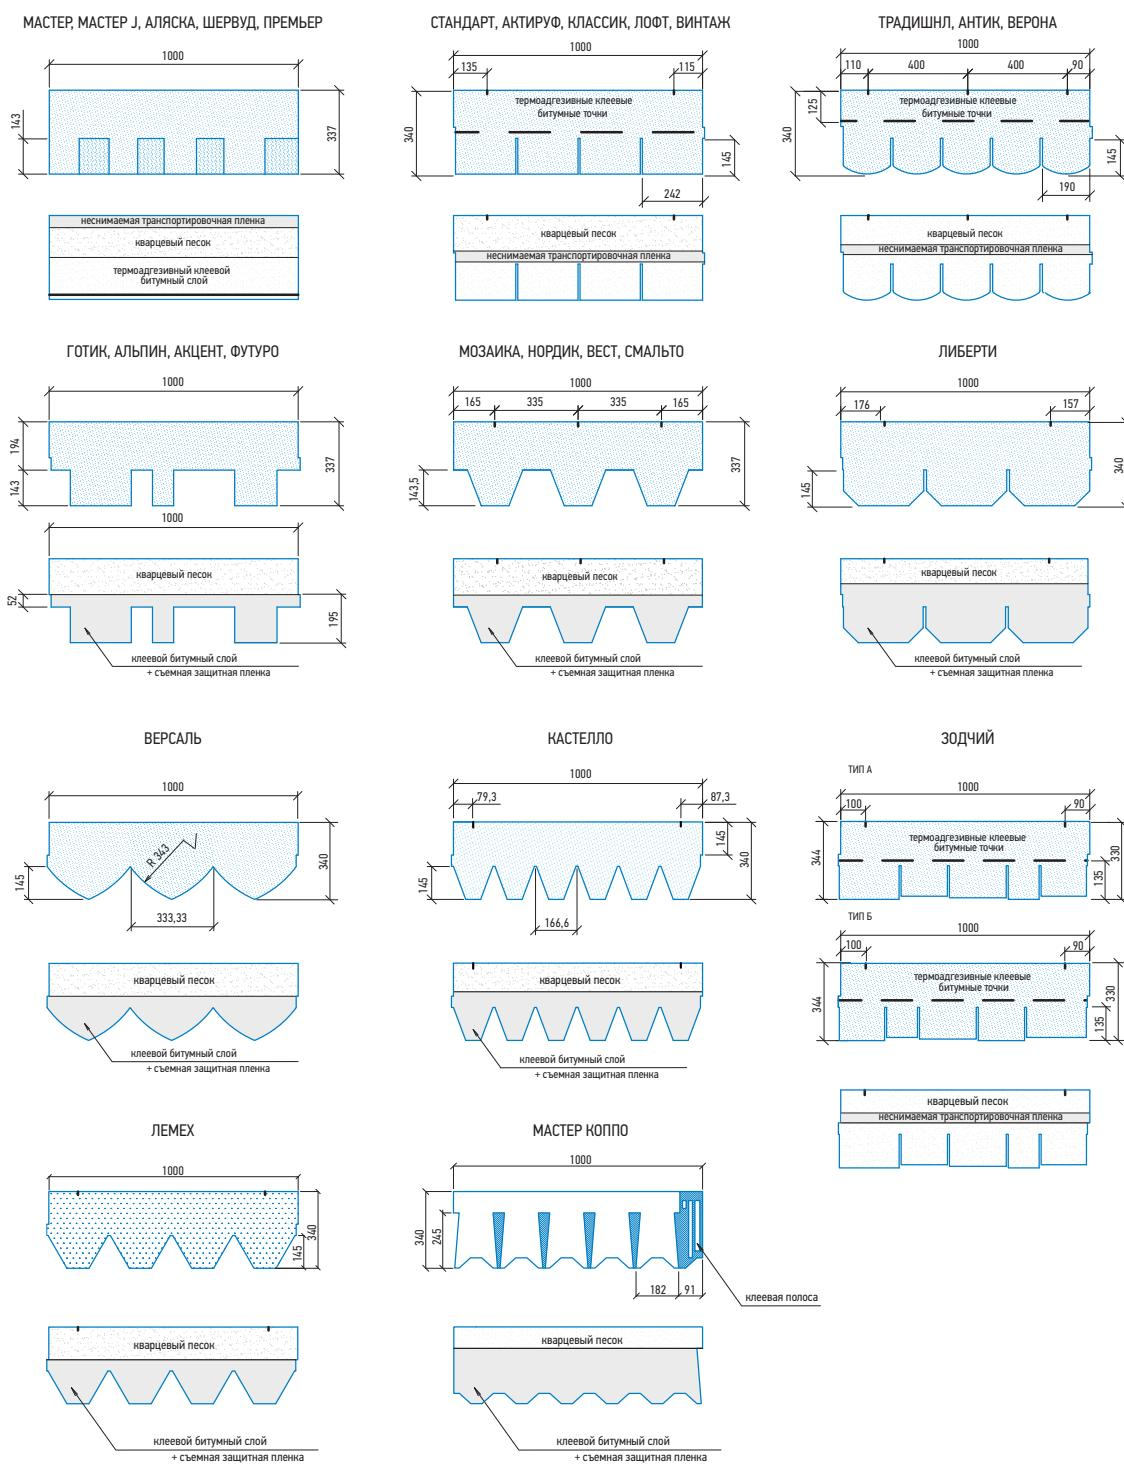

Рис. 2.20. Модельный ряд черепицы «Тегола».
**Черепица с крупнозернистой базальтовой посыпкой.** Лицевая поверхность черепицы покрыта керамизованными (окрашенными при высокой температуре) трехфракционными гранулами из базальта, нижняя — кварцевым песком. Черепицу выпускают различной цветовой гаммы в зависимости от цвета гранулята (рис. 2.20).